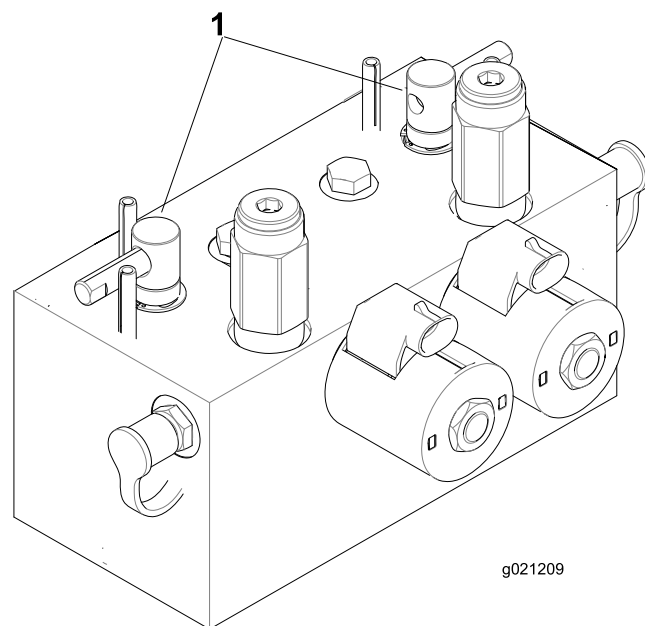

Рисунок 75
2. Разблокируйте и поднимите сиденье для доступа к рычагам обратного вращения (Рисунок 75).
5. Выберите передний, задний или оба рычага обратного вращения, чтобы определить, заточку каких режущих блоков необходимо произвести (Рисунок 75).